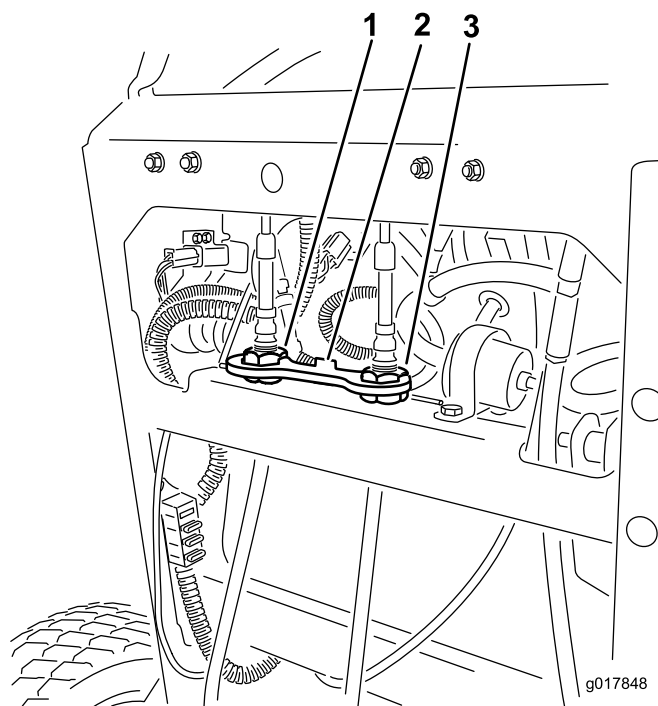

Figure 56
4. Tournez le dispositif de réglage du câble droit pour positionner la commande de déplacement droite au centre de la fente de verrouillage au point mort du panneau de commande (Figure 56).